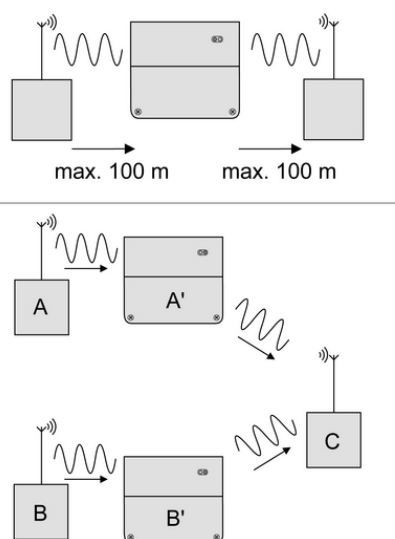

Bild 3
- Installation von mehreren Repeatern in einer Anlage möglich, z. B. zwei Sender **A + B** senden zu einem Aktor **C** (Bild 3)